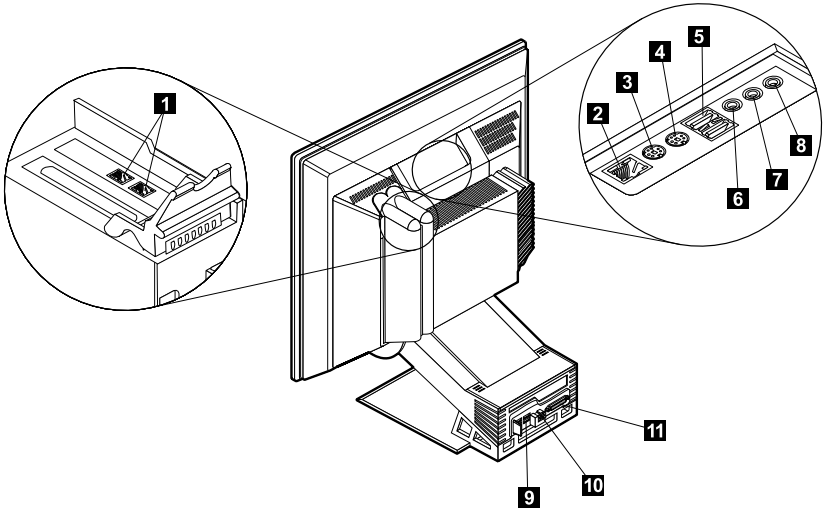

Figure 1. Connecteurs
- Connectez le cordon d'alimentation à l'ordinateur **10** (Figure 1) et à ses périphériques avant de les brancher sur une prise électrique.
Votre ordinateur est équipé de six ports USB (Figure 1) : quatre à l'arrière **9** et deux en haut **5** de l'écran.